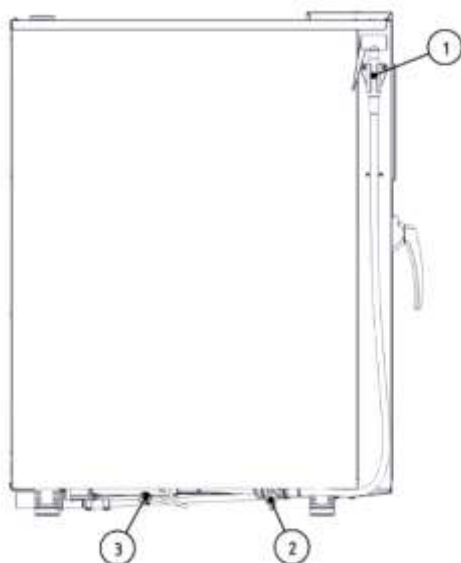

Рис.3 - Схема подключения душа ручного и расположение трубок насосов-дозаторов.
- Собрать душ ручной и подключить его. Кронштейн душа ручного (рис.3, поз.1) установить слева на лицевую панель и закрепить винтами. Винты поставляются завернутыми в резьбовые отверстия по месту установки кронштейна. Подключить шланг с лейкой душа ручного к крану душа ручного (рис.3, поз.2).;
<p>При долгом пребывании пароконвектомата в нерабочем состоянии, хранении или транспортировании при температуре окружающей среды ниже 0°C рекомендуется перекрыть кран (рис.3 поз.2) душевого устройства.</p>
Визуально проверьте отсутствие механических повреждений шлангов моющего и ополаскивающего насоса-дозатора (рис.3, поз.3).